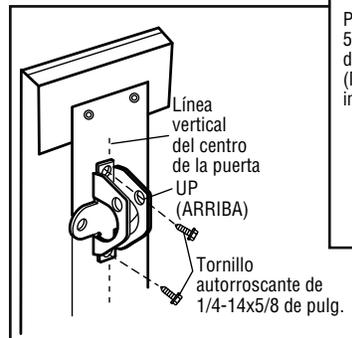

Figura 3
- Haga los agujeros de 3/16 de pulg. para fijar la ménsula. Fije la ménsula de la puerta con tornillos autorroscantes. (Figura 3)